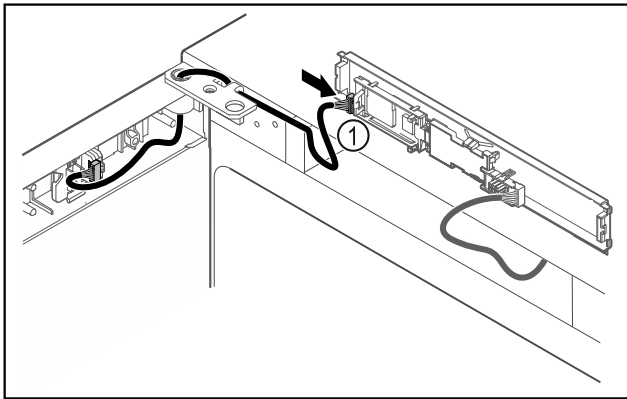

Fig. 46
- Dugja be a dugót Fig. 46 (1) a NYÁK-on.